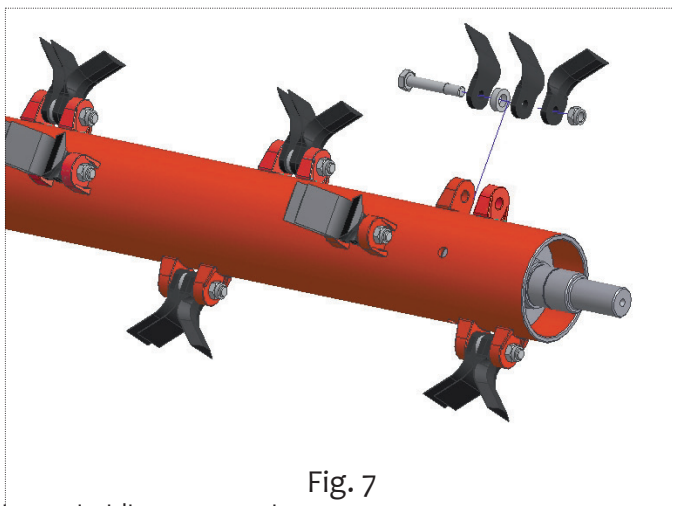

Fig. 7
- Togliere il dado (Fig. 7) del bullone che fissa la mazzetta usurata, facendo attenzione, nella fase di montaggio, di riposizionare la mazzetta nuova nella stessa posizione
- Togliere il dado (Fig. 7) del bullone che fissa le zappette usurate, facendo attenzione ai vari componenti ed in particolare alla posizione dei distanziali (Fig. 7), nella fase di montaggio, di riposizionare le zappette nuove e componenti nella stessa posizione